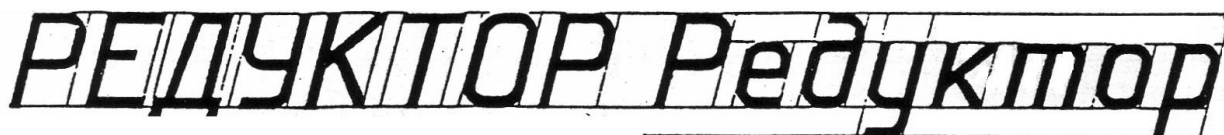

Рисунок 3 - Шрифт
3. Толщину букв шифра выполнить в соответствии с ГОСТ 2.304-81, рис.3
3. Выполнить правильно компоновку чертежа (проведите горизонтальные вспомогательные линии, ограничивающие высоту прописных и строчных букв шифра), рис.3;
4. Тонкими линиями твердым карандашом текст в готовую разметку вписать от руки. Для точного соблюдения конструкции букв и цифр использовать рис. 3.